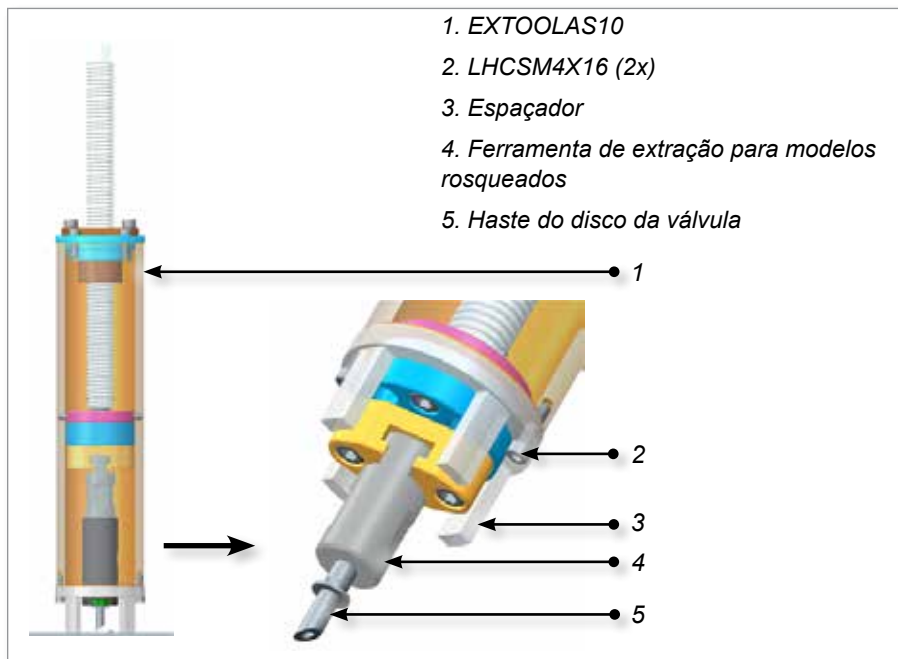

Figura 10-4 Para discos da válvula com roscas
- a) Rosqueie a ferramenta de extração de discos de válvula à haste do disco da válvula. Veja a Figura 10-4.